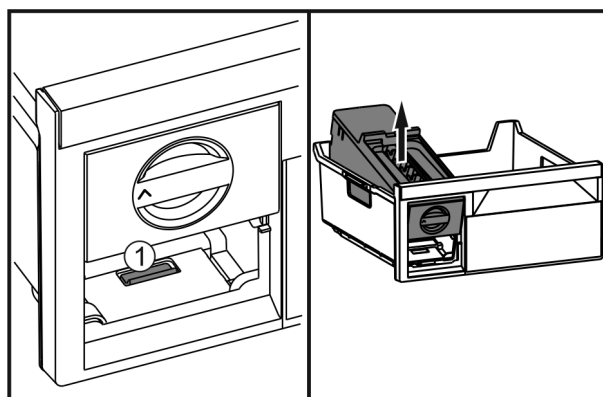

Fig. 46
- ▶ Stlačte západku Fig. 46 (1), EasyTwist-Ice zezadu zvedněte a vyjměte z mrazicí zásuvky.